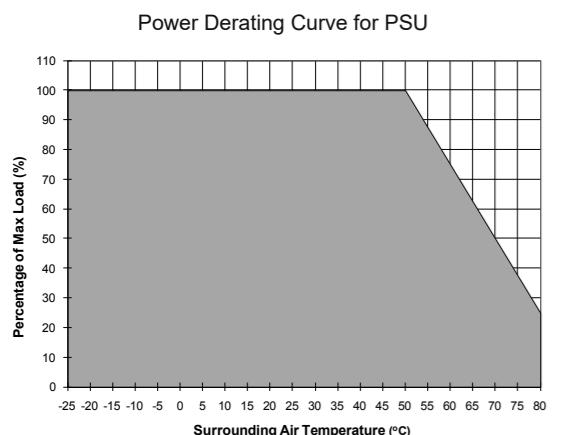

Figure 7
Betriebstemperaturbereich (Umgebungstemperatur)	-25°C bis +80°C (Leistungsherabsetzung gemäß Abb. 7)
5.4. Temperaturverhalten (Abb. 7)